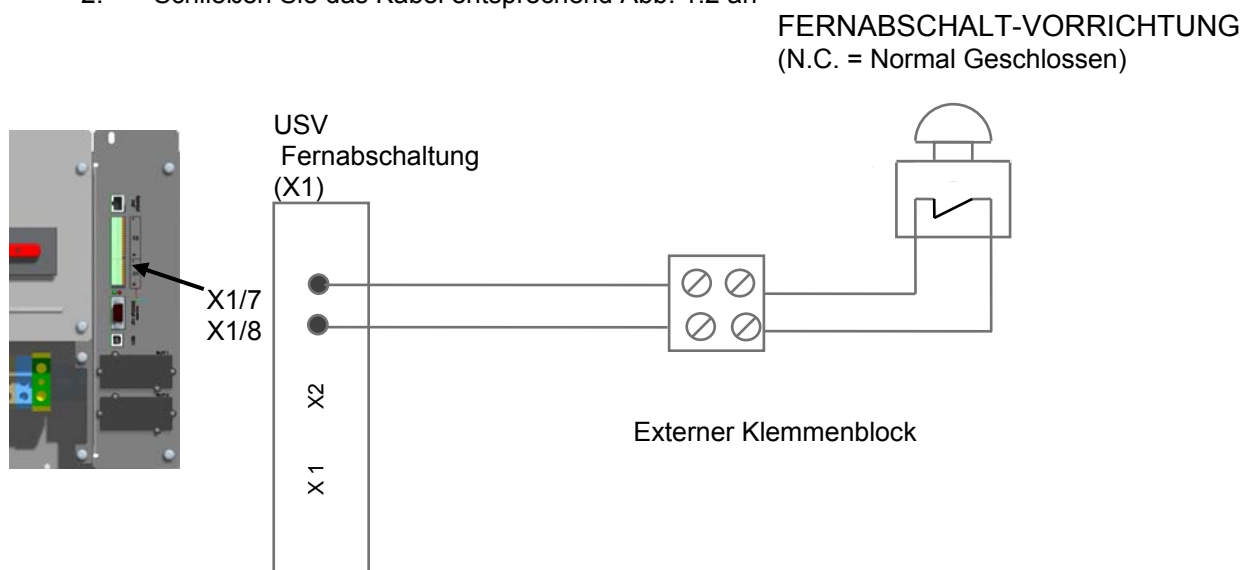

Abb. 1.2 Verkabelung Fernabschalt-Vorrichtung.
2. Schließen Sie das Kabel entsprechend Abb. 1.2 an